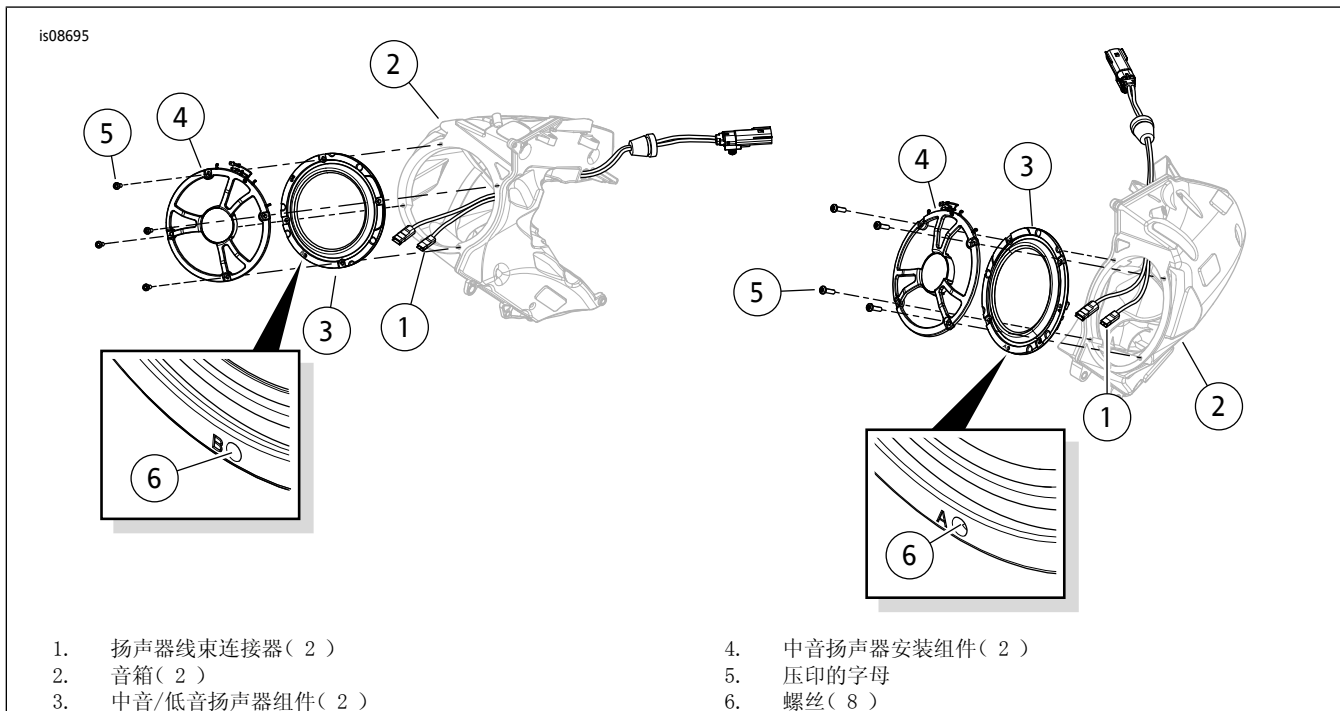

图1。安装低音扬声器
1. 参见图1。将音箱 (2) 内的扬声器线束连接器 (1) 与低音扬声器 (3) 后部的铲形接线端相连接。不同大小的铲形触头可防止装配错误的情况。